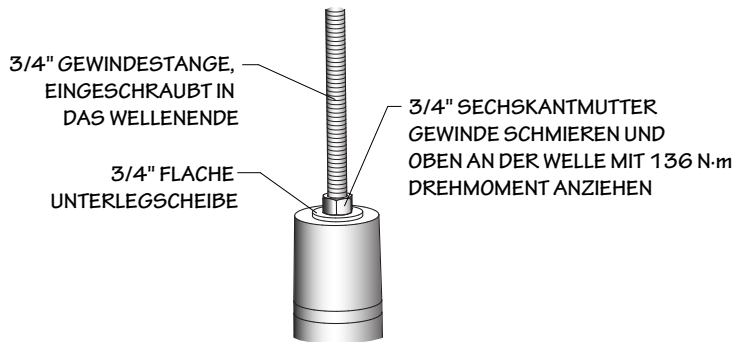
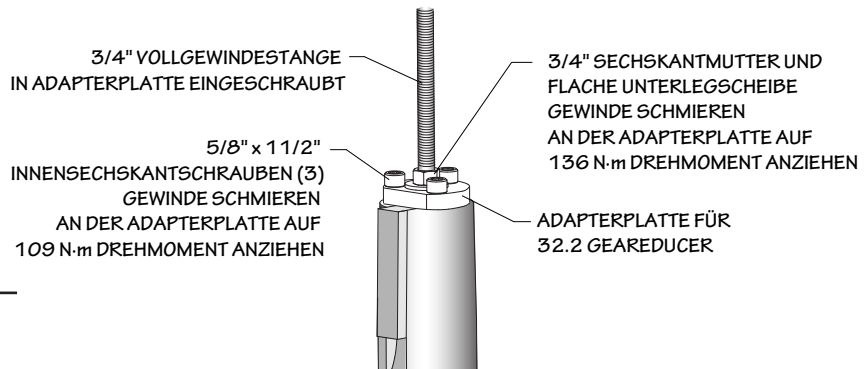

Abbildung 5
Abbildung 6
- 4–Installieren Sie die Gewindestange für die Lüfterhalterung wie in Abbildung 5 oder Abbildung 6 auf Seite 8 gezeigt.
Die Nabenscheibe ist eine dünne Blechscheibe, die ein Rückströmen der Luft durch die Mitte des Ventilators verhindern soll, um die Ventilatorleistung zu maximieren. Siehe **Abbildung 5**.
- 3–Auf jeden Gewindestift eine Federscheibe setzen (**Abbildung 6**).